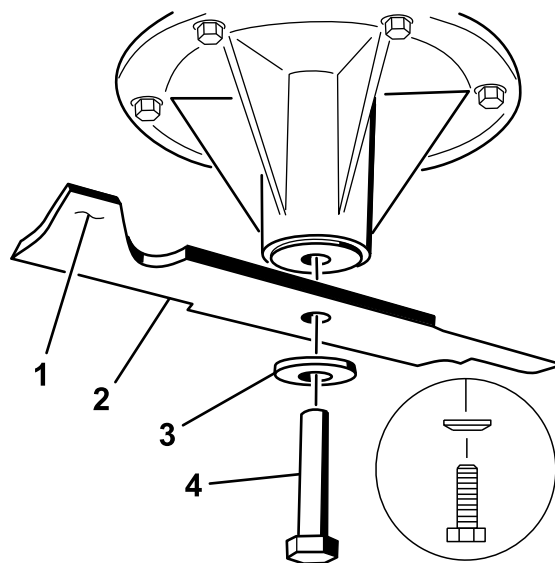

Figure 105
2. Enlevez de l'axe, le boulon, la rondelle bombée et la lame (**Figure 105**).
3. Si la lame est déséquilibrée, limez un peu l'extrémité de la partie relevée seulement (Figure 105).